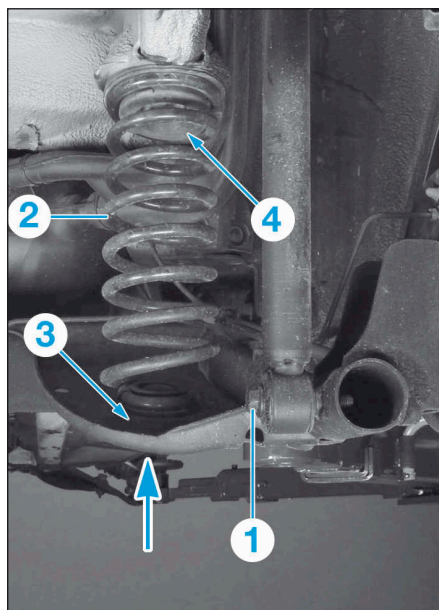

FIG.30
- Mettre un cric équipé d'un cale en contact sous la coupelle de ressort (flèche) (Fig.30).
- Déposer la vis inférieure d'amortisseur (1).
- Retirer le ressort (2) avec sa coupelle inférieure (3) par l'arrière.